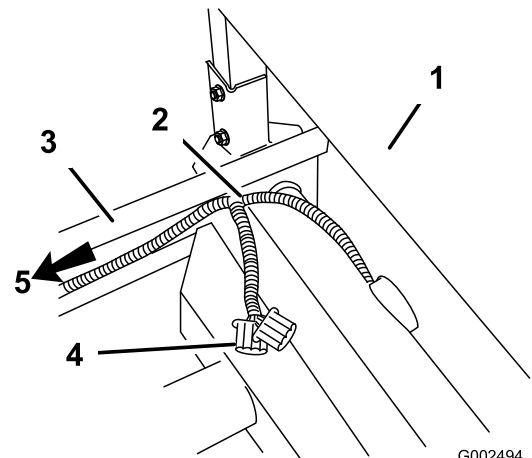

Figura 9
11. En la cubierta ROPS, detrás del conjunto del asiento, pase el mazo de cables desde debajo del asiento y por encima del bastidor. Asegúrese de que el conector eléctrico del sistema de pulverización no se queda debajo del vehículo (Figura 9).
12. Pase el mazo de cables por el bastidor izquierdo y luego de retorno hasta al sensor de velocidad con el cableado existente (Figura 9).
15. Pase el mazo de cables por el bastidor y de retorno a la conexión entre el sensor de velocidad y el cableado existente (Figura 9).